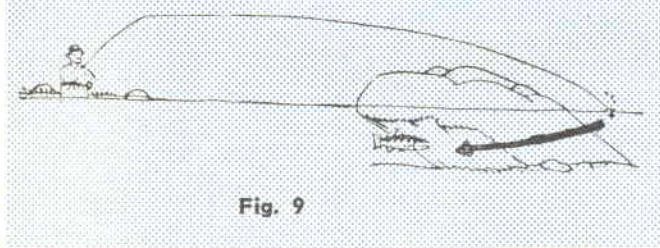

Fig. 9
- Preferite lanciare l'esca sopra massi o banchi che siano scavati di sotto (fig. 9).